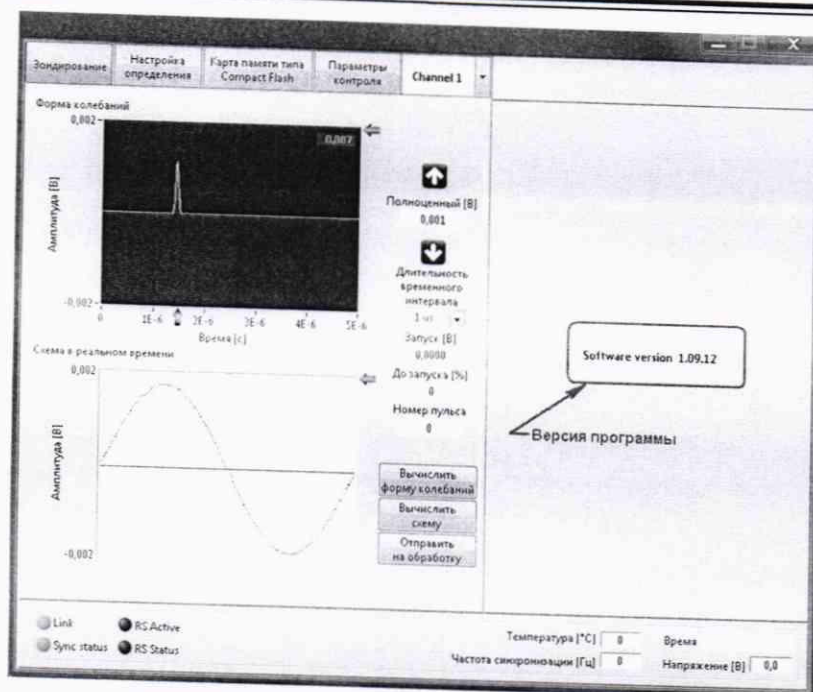

Рисунок 4 – Отображение версии внешнего ПО (выделено скругленным прямоугольником)
- 8) в основном меню ПО, его версия отображается справа (рисунок 4);